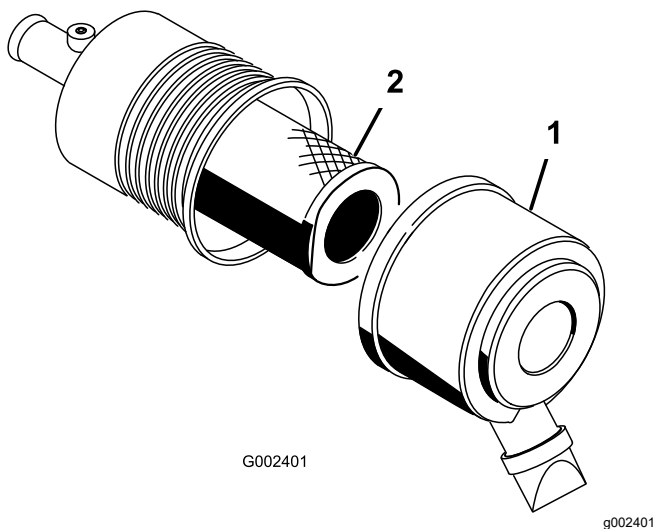

Bild 55
1. Lösen Sie die Riegel, mit denen die Abdeckung des Luftfilters am Luftfiltergehäuse befestigt ist (Bild 55).
2. Entfernen Sie die Abdeckung vom Luftfiltergehäuse (Bild 55).
4. Nehmen Sie den Filter heraus und wechseln Sie ihn aus (Bild 55).